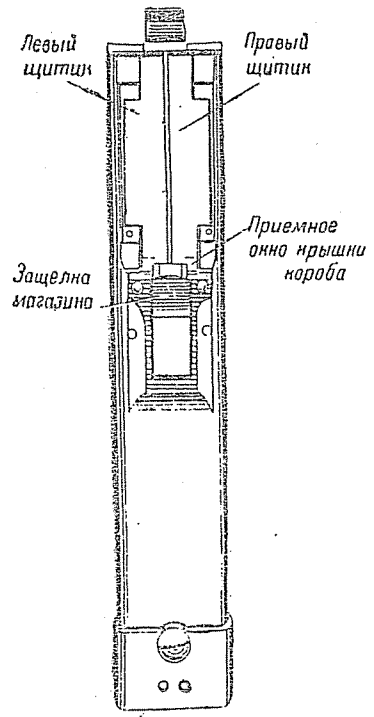

Рис. 49. Крышка для магазинного питания
1. Если на коробе пулемета находится крышка со щитиками и с защелкой магазина, — пулемет установлен на магазинное питание (рис. 49).